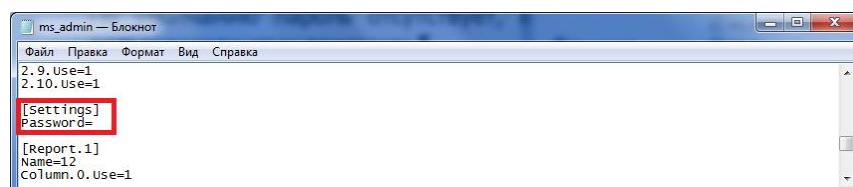

Рис. 12.6. Файл ms_admin.ini
- Откройте файл параметров конфигурации *ms_admin.ini* из папки установки ПО STEMAX (по умолчанию *C:\Program Files\MS_System*). Найдите в нем следующие строки (Рис. 12.6):